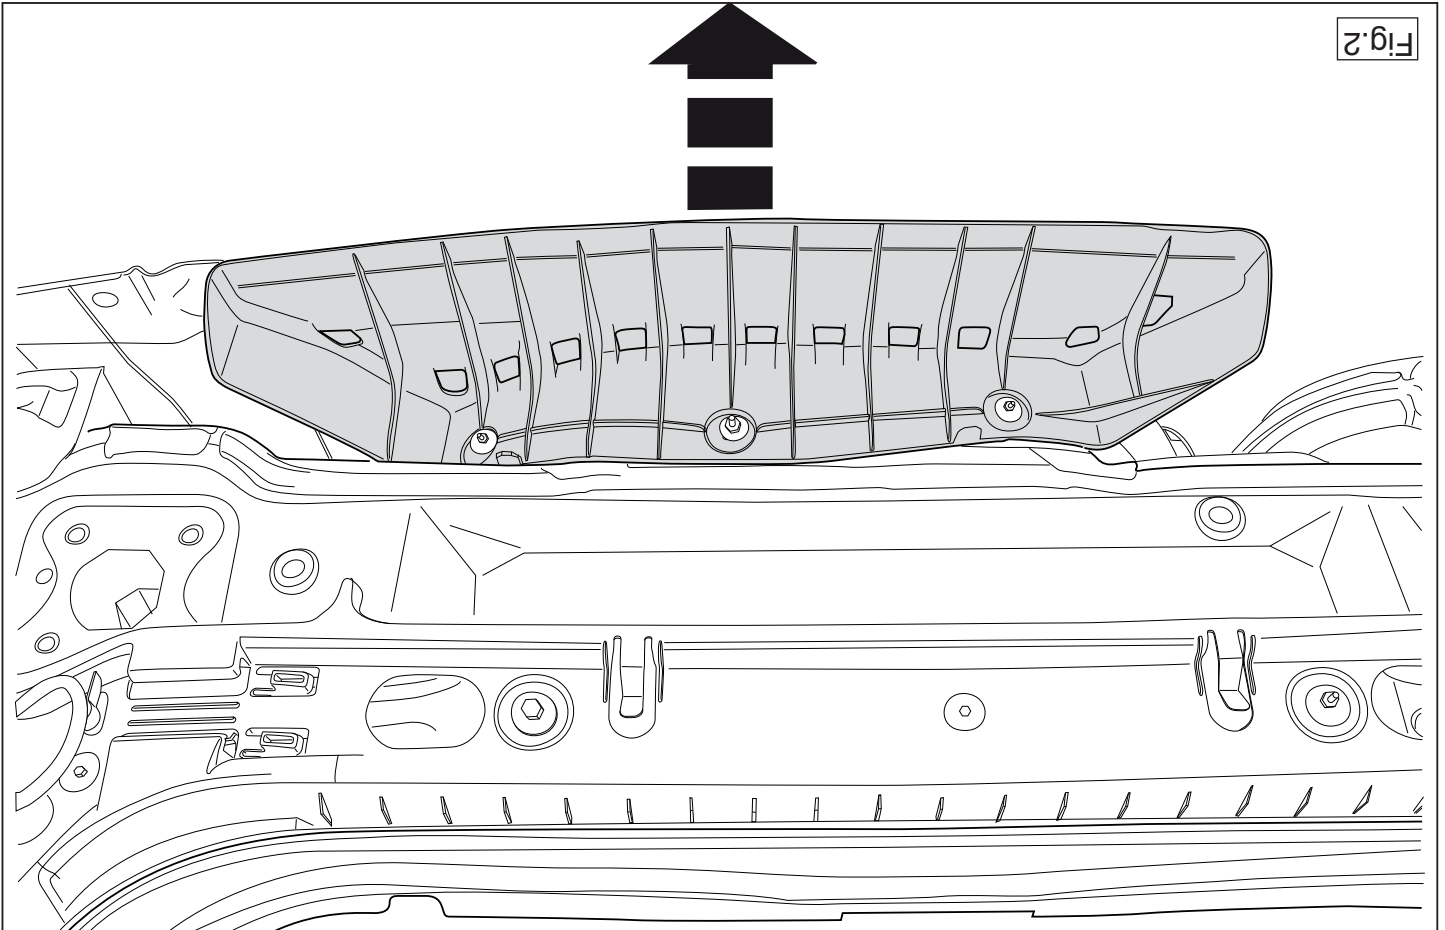

Fig.2
2. Die Kunststoffschutzkap abmontieren. Siehe Abbildung 2.
2. Démontez le cache de protection en plastique. Voir la figure 2.
2. Fjern plast kappen. Se fig. 2.